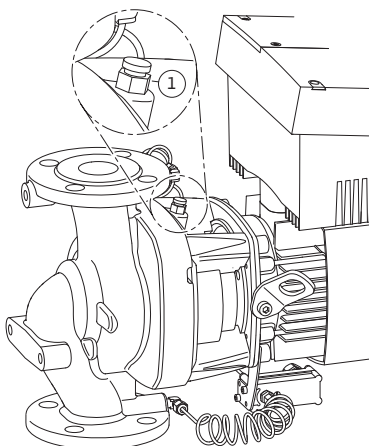

Fig. 48: Avluftningsventil
6. Öppna avluftningsventilen (Fig. 48, pos. 1) för att göra pumpen trycklös.